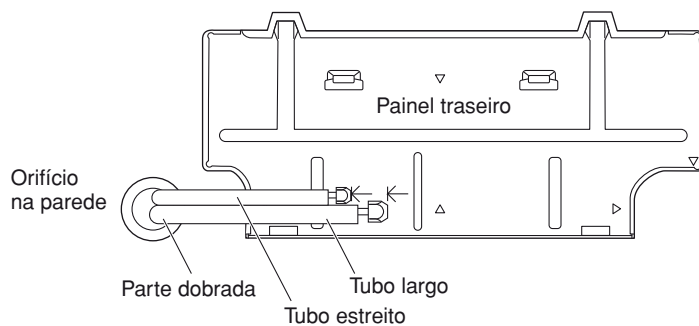

Fig. 38a
- (1) Passe a tubagem e a mangueira de esgoto através da parede proporcionando um comprimento suficiente para a ligação. Logo, dobre a tubagem usando um dobrador de tubos para efectuar a fixação. (Fig. 38a)
- (2) Ligue a mangueira de esgoto e a tampa de esgoto.